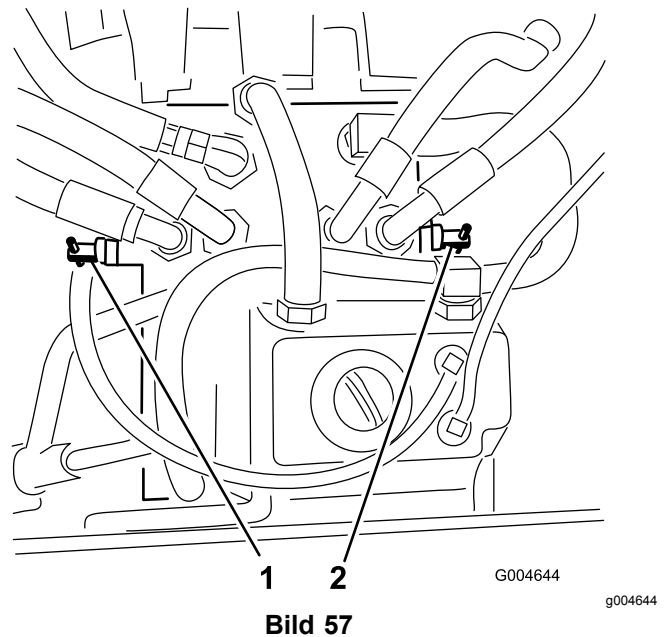

Bild 57
3. Drehen Sie jedes Sicherheitsventil eine Umdrehung nach links (Bild 57).